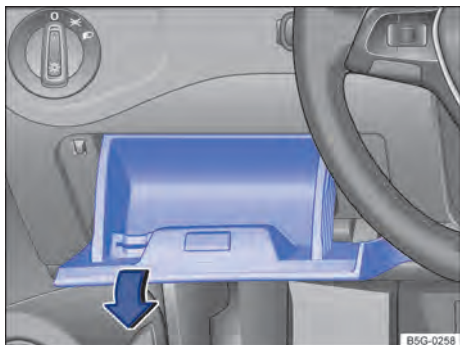

Fig. 213 À esquerda do volante: cobertura da caixa de fusíveis no painel de instrumentos.
- Abrir o porta-objetos do lado do condutor e puxar com força no lado esquerdo no sentido da seta → Fig. 213. Para isto, poderá ser necessário um esforço maior.